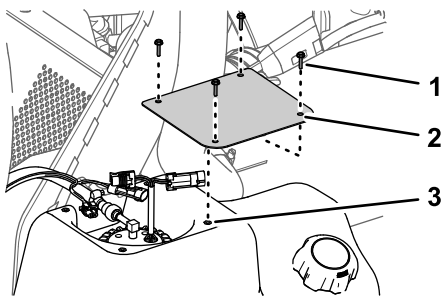

Bild 89
- Befestigen Sie die Abdeckung mit den vier Schrauben (Nr. 10 x 3/4"), die Sie in Schritt 2 von Entfernen der Abdeckung der Kraftstoffpumpe (Seite 65) entfernt haben, am Tank (Bild 89).